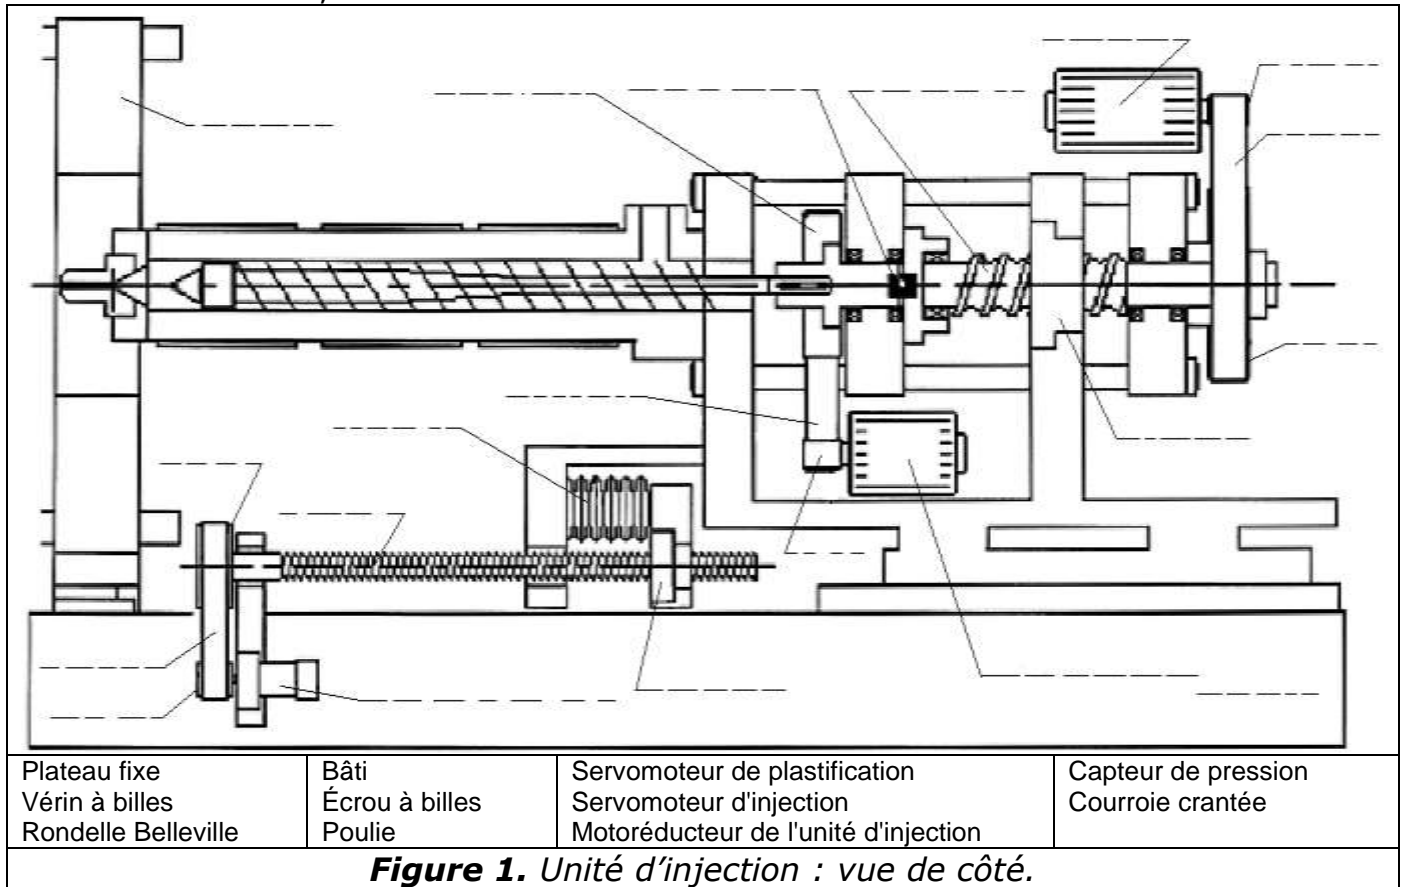

Figure 1. Unité d'injection : vue de côté.
La figure 1 présente une unité d'injection avec une transmission par courroie crantée.
4. En s'aidant des termes cités sur la figure 1, nommer les différents éléments de cette machine ;